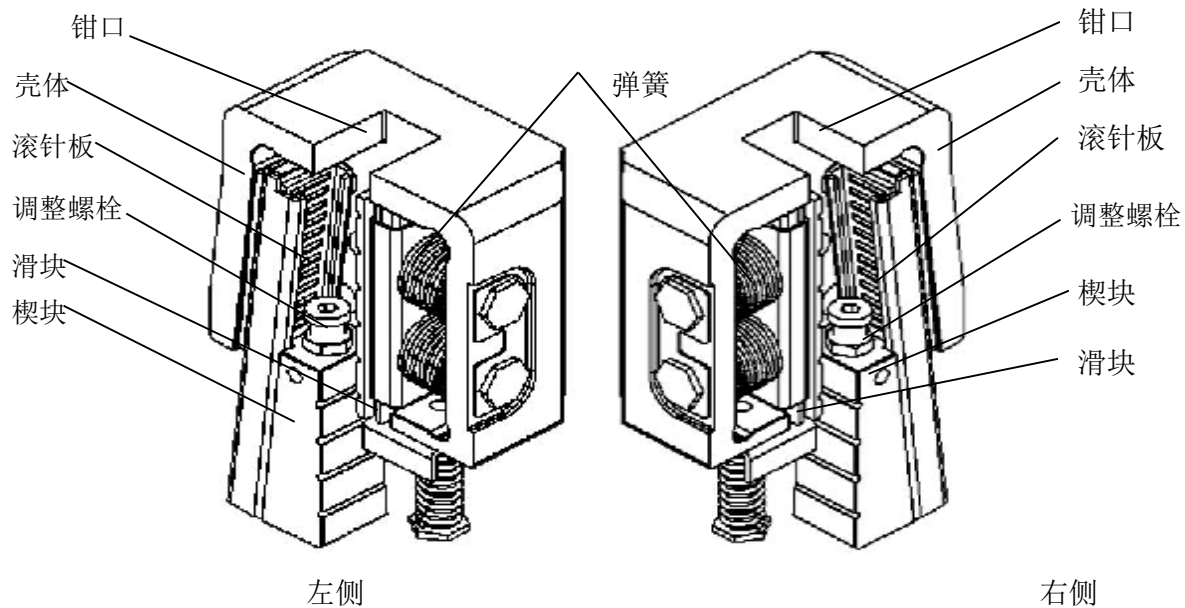
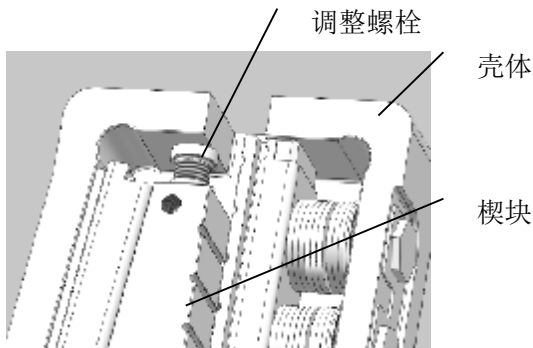

图 1
图 2
- 2.2 整个系统装配后要求动作灵活, 不应有卡滞现象, 安全钳位于初始状态时, 滚针板和楔块需落至最底部, 如图 1 所示。无导轨时, 安装在楔块上的调整螺栓应能接触壳体(图 2);